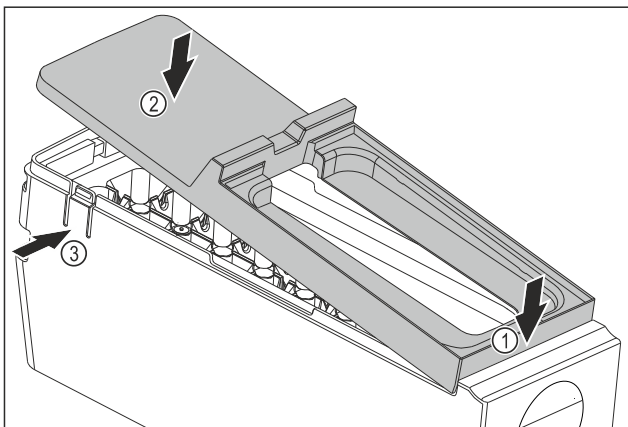

Fig. 168
- ▶ Abdeckung des EasyTwist-Ice-Korpus montieren: Abdeckung vorne ansetzen. Fig. 168 (1)
- ▶ Abdeckung hinten absenken. Fig. 168 (2)
- ▶ Abdeckung rastet hörbar in beiden Laschen Fig. 168 (3) ein.